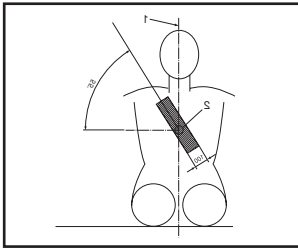

Figure 6
Tubes du dossier (voir figure 6)
- La ceinture diagonale doit passer par-dessus l'épaule et la poitrine de l'utilisateur comme indiqué dans la figure 6.